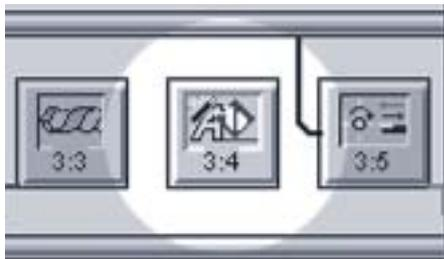

Fig. 1
3. Alle Operationen des Hauptprogramms in das neue Werkstück kopieren (mit der Funktion „Kopieren – Einfügen“). Die mit der Ikone „Assistent TB“ (Fig. 1) gekennzeichneten Operationen sollen jedoch nicht kopiert werden, denn hier haben Optimierungen stattgefunden.